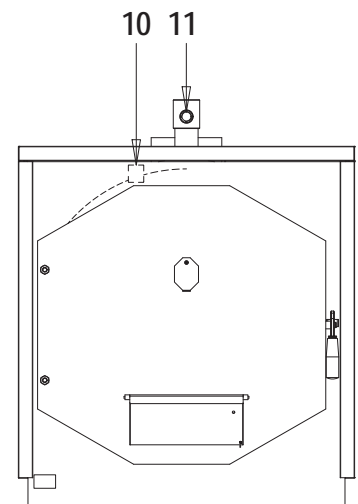

Fig.3
La caldera lleva en su parte superior (Fig. 3) una conexión (10) de diámetro 3/4" para la instalación de un regulador termostático de tiro (suministro opcional).